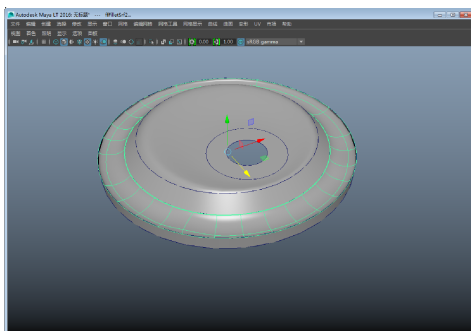

图 3-121 形成底座
- 10 使用同样的方法在外侧的两个曲面上应用【自由形式圆角】工具，从而形成一个底座的表面，效果如图 3-121 所示。